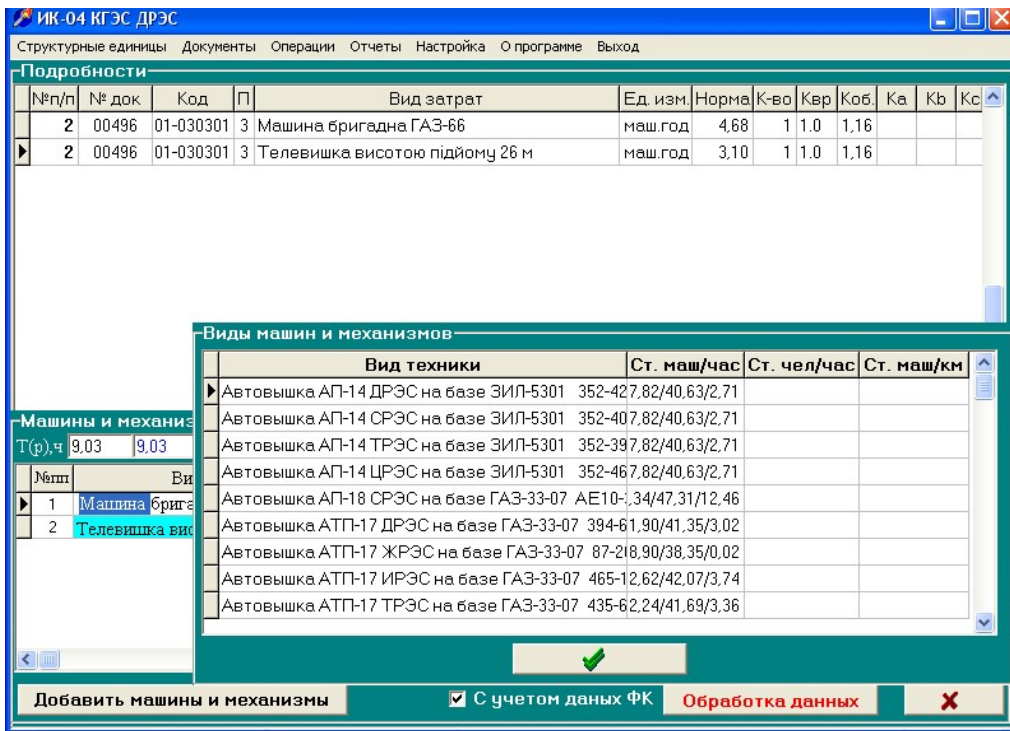

Рис.6.13
- нажмите клавишу **Добавить машины и механизмы**. При этом появится вспомогательная таблица **Виды машин и механизмов** Рис.6.13;